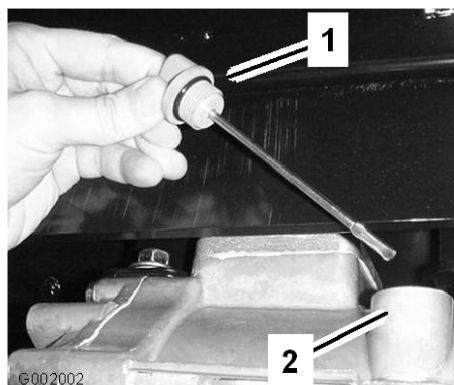

Figura 64
- Retire la varilla del transeje y límpiela con un paño limpio (Figura 64).